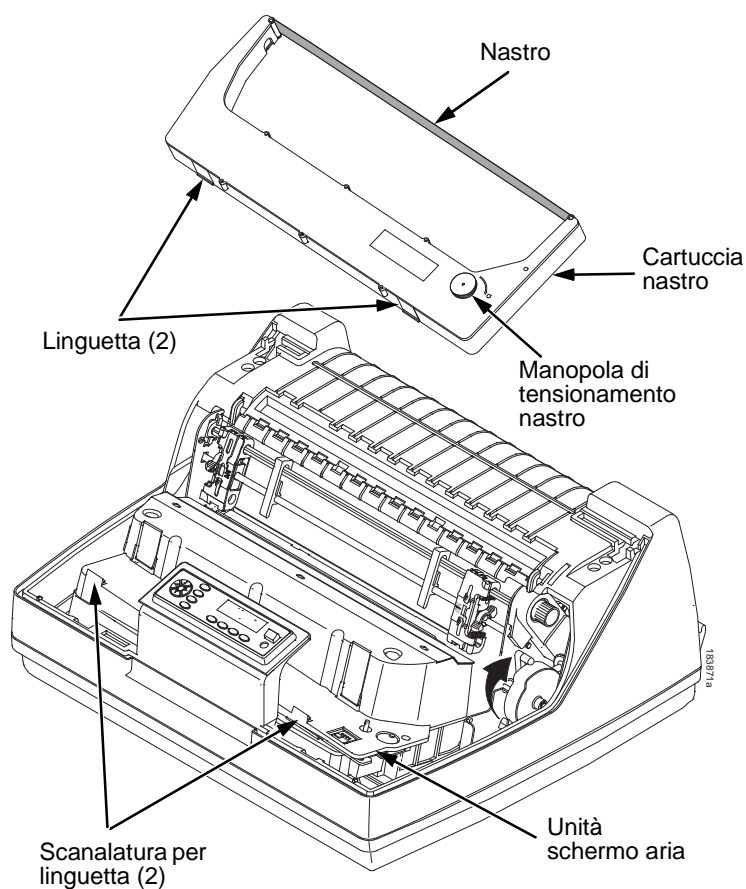

Figura 50. Installazione della cartuccia del nastro
5. Tenere inclinata la cartuccia in modo che il lato posteriore più vicino a sé sia più basso del lato con il nastro. Individuare le due linguette all'esterno della cartuccia e collocarle nelle corrispondenti scanalature nell'unità schermo aria (vedere Figura 50).